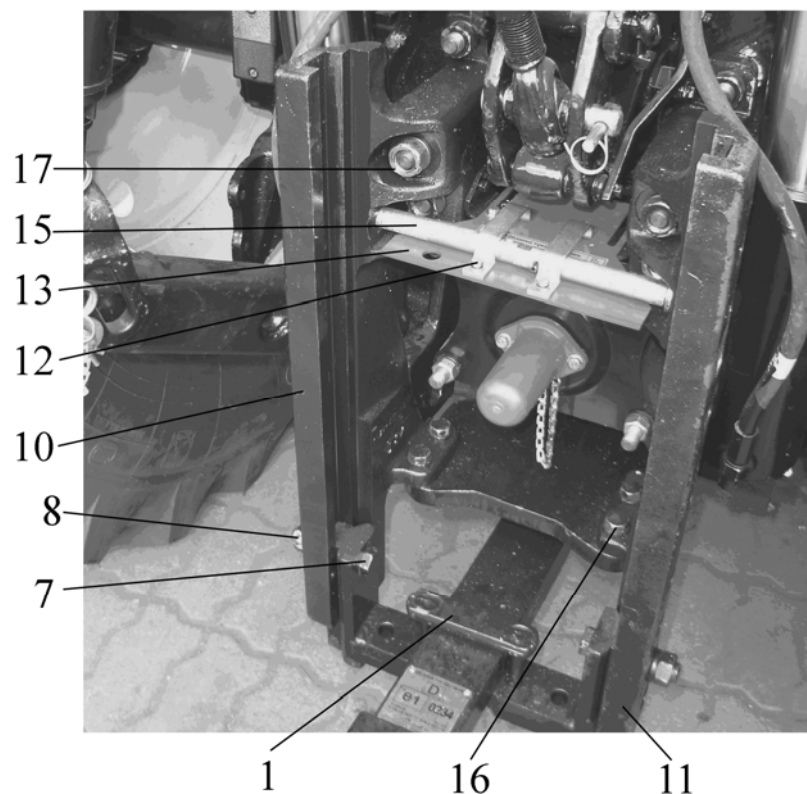

Рисунок 8.21
- 4) снимите пальцы (7), отвернув гайки (8) (рисунок 8.21);
- 6) выверните болты (12) (рисунок 8.21) и снимите щиток (13)